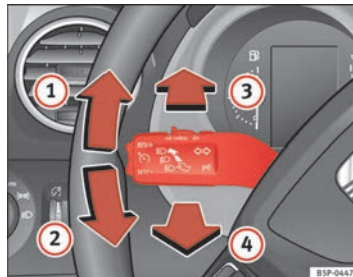

Fig. 78 Palanca de intermitentes y de luz de carretera
- Desplace la palanca hacia arriba hasta el tope ⇒ fig. 78 ① para encender el intermitente **derecho** o bien hacia abajo ②, para encender el intermitente **izquierdo**.
- Desplace la palanca hacia adelante $\Rightarrow$ **página 126, fig. 78**  para encender la luz de carretera.